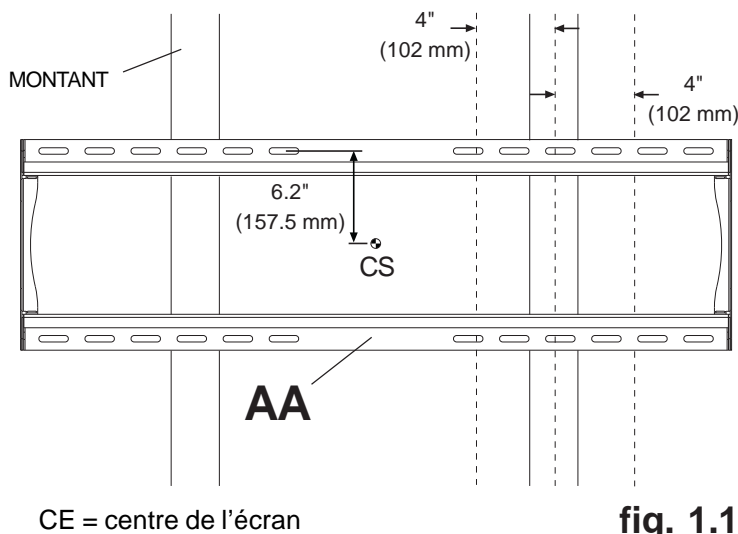

fig. 1.1
**1** La plaque murale (**AA**) peut être installée sur deux montants espacés de 16 po. Repérez le bord des montants à l'aide d'un localisateur de montants. L'utilisation d'un localisateur de montants « bord à bord » est fortement recommandée. Après avoir repéré les bords, tracez une ligne verticale le long du centre de chaque montant. Posez la plaque murale sur le mur et utilisez-la comme gabarit. Les fentes de montage supérieures doivent être situées à 6,2 po (157,5 mm) au-dessus de l'endroit souhaité pour le centre de l'écran comme illustré à la figure 1.1. Mettez la plaque à niveau et marquez le centre des quatre trous de fixation. Veillez à ce que les trous de fixation soient sur la ligne médiane du montant. Percez quatre trous de 5/32 po (4 mm) de dia. et de 2-1/2 po (65 mm) de profondeur. Veillez à ce que la plaque murale soit de niveau et fixez-la à l'aide de quatre vis à bois n° 14 x 2,5 po (**DD**) comme illustré à la figure 1.2.
**REMARQUE :** La plaque murale peut être décentrée jusqu'à 4 po (102 mm) comme illustré à la figure 1.1.
- 1** Assurez-vous que la plaque murale (AA) est de niveau et utilisez-la comme gabarit pour marquer l'emplacement des quatre trous de fixation. Les trous de montage supérieurs doivent être situés à 6,2 po (157,5 mm) au-dessus de l'endroit souhaité pour le centre de l'écran comme illustré à la figure 1.1 en page 20. Percez quatre trous de 1/4 po (6 mm) de dia. à une profondeur minimale de 2,5 po (65 mm). Insérez les chevilles d'ancrage (EE) dans les trous au ras du mur comme illustré (à droite). Posez la plaque murale sur les chevilles d'ancrage et attachez-la à l'aide de vis n° 14 x 2,5 po (DD). Assurez-vous qu'elle est de niveau, puis serrez toutes les fixations.